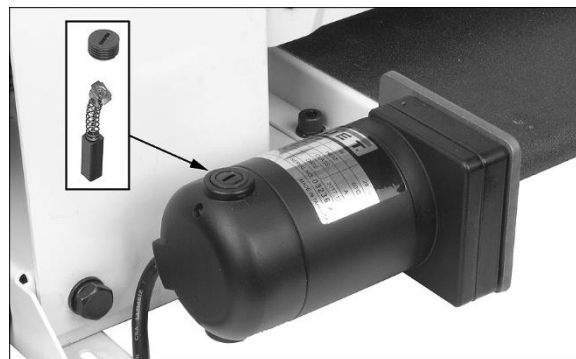

Рисунок 9-4: проверка щеток электродвигателя
2. С помощью отвертки с плоским шлицем открутите и снимите крышку. См. рисунок 9-4.